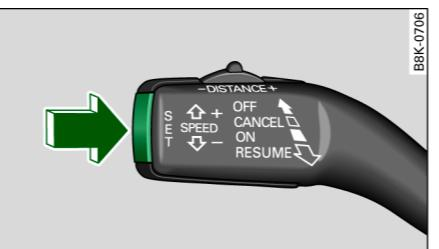

图 125 操纵杆: 存储车
- 按按钮 **SET** 以存储车速 ⇒ 图 125。
您可以随时踩下油门踏板提高车速。松开油门踏板后，该装置会将车速重新调回此前已存储的车速。按压 [SET] (设置) 按钮 ⇒ 第 98 页，图 125 可随时存储新的期望车速。■